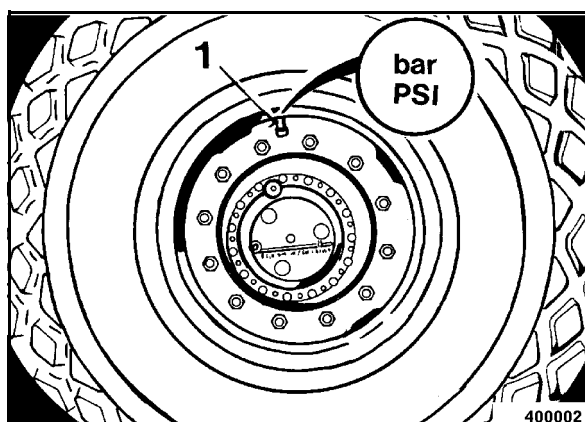

Fig. 113
- Con la válvula de inflado en posición hacia arriba se mide la presión de inflado en la válvula de inflado 1 (Fig. 113) con un manómetro.